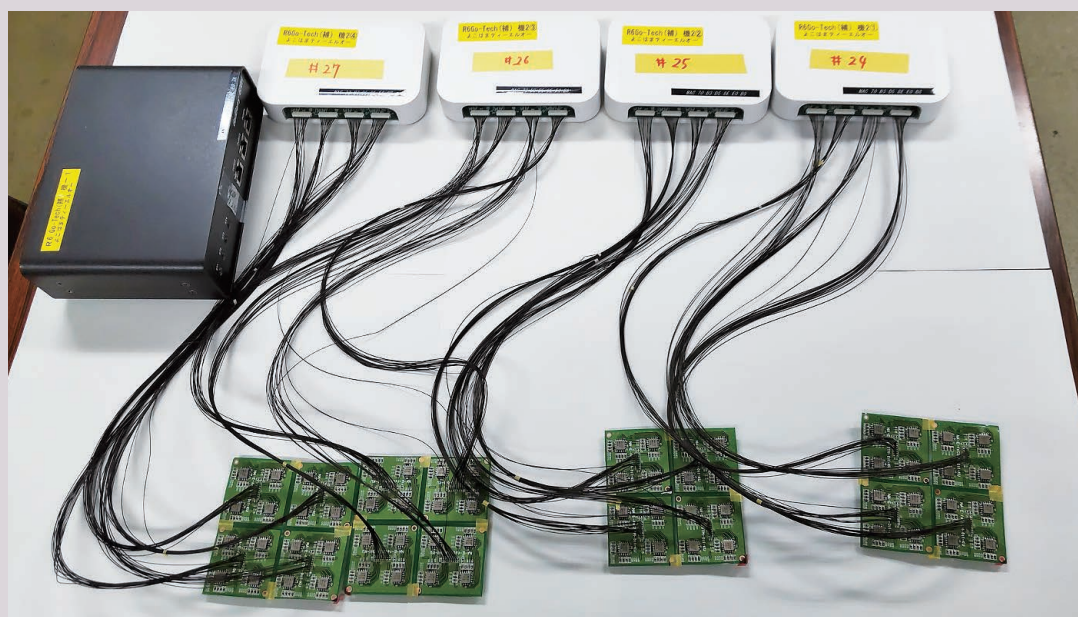

図1 振動インテンシティ可視化システム
このような背景を踏まえ、私たちは新たな振動測定システムとして「振動インテンシティ (SI) ^{*}1可視化システム」の開発に取り組みました(図1)。従来の振動測定及び振動対策では振動の分析や対策には高度な解析技術・ソフトウェアを必要とし、測定から対策まで多大な時間を要していました。これに対して、SI可視化システムは振動が伝わる様子を見ることができ、振動の伝搬経路や振動源の探査をすることができるためリアルタイムで測定から対策を実施することが可能になります。一方、本研究の測定システムを実現するためには以下の2つの課題がありました。